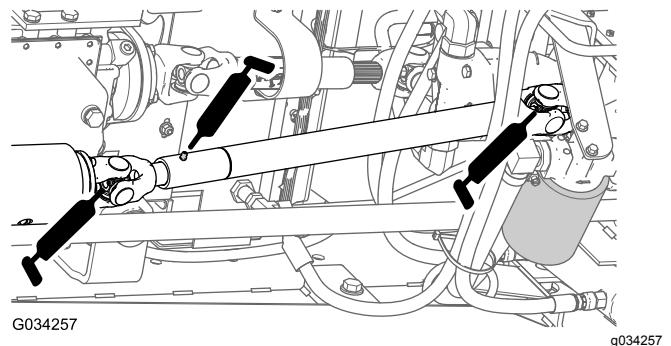

Figura 40
- Veio propulsor (3) (Figura 40)